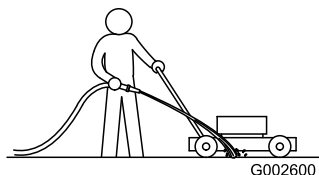

Figure 14
3. Mettez le moteur en marche et engagez la lame, puis dirigez un jet d'eau devant la roue arrière droite (Figure 14).